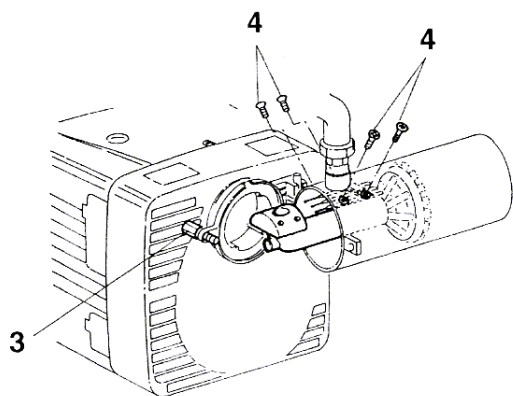

Fig.6
- Para acceder al tubo de alimentación y a los electrodos, hay que quitar el tornillo 3, los tornillos 4 (Fig.6) **EM 26/2 - E**.